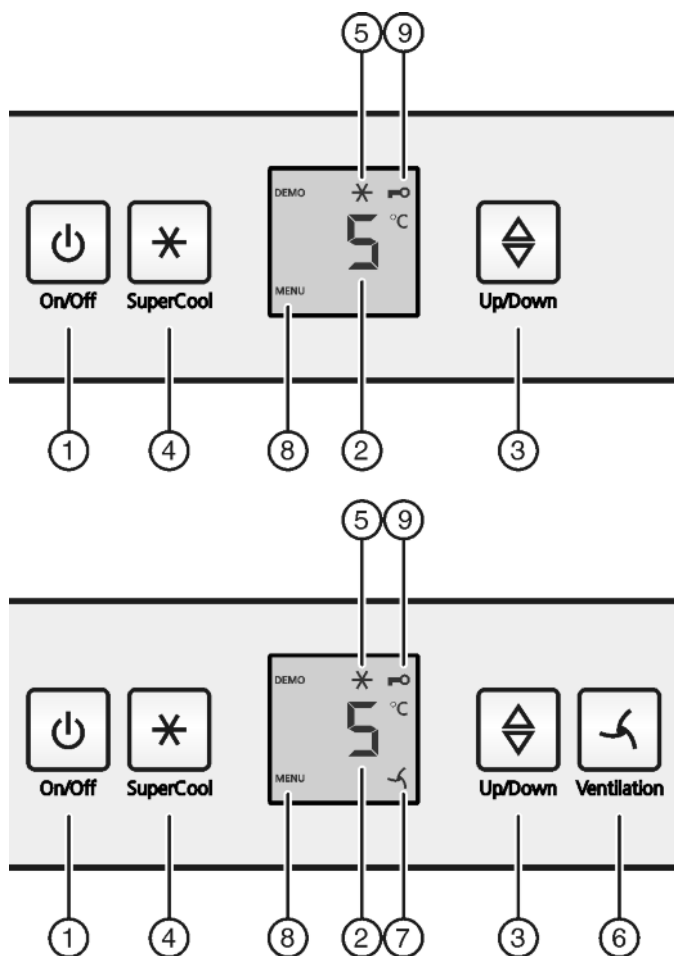

Fig. 2
- Appuyez sur la touche marche/arrêt Fig. 2 (1).
- Appuyer env. 5 secondes sur la touche SuperCool Fig. 2 (4).
- ▷ Le symbole Menu Fig. 2 (8) apparaît dans l'affichage.
- Confirmer brièvement avec la touche SuperCool Fig. 2 (4).
- ▷ Le symbole Sécurité enfants Fig. 2 (9) s'allume dans l'affichage.
- Appuyer brièvement sur la touche On/Off Fig. 2 (1).
- ▶ Appeler la fonction de température : appuyer sur la touche de réglage *Fig. 2 (3)*.
- ▶ Modifier la température par incrément de 1 °C : appuyer sur la touche de réglage *Fig. 2 (3)* jusqu'à ce que la température souhaitée apparaisse dans l'affichage de température.
- ▶ Appuyer brièvement sur la touche SuperCool *Fig. 2 (4)*.
- ▷ Le symbole SuperCool *Fig. 2 (5)* s'allume dans l'affichage.
- ▷ Le symbole SuperCool *Fig. 2 (5)* s'éteint dans l'affichage.